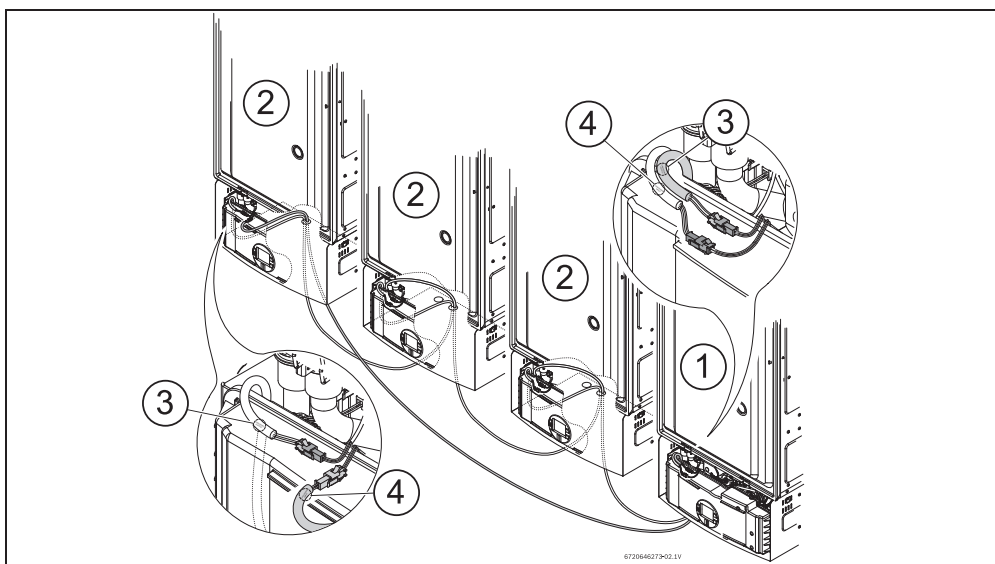

Рис. 2 Зразок монтажу
- ▶ Підключити з'єднувач 'cascading input' до з'єднувача на другорядному апараті (Рис. 2).